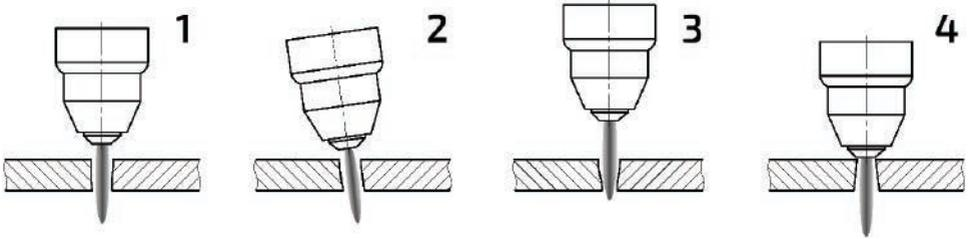

Рис. 9.1.3. Влияние угла наклона плазматрона на качество реза.
3. Угол наклона плазматрона к разрезаемому металлу (см. рис. 9.1.3).